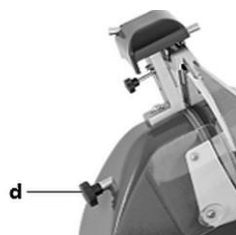

Fig. 12
2. Afin de retirer la protection de la lame (3), desserrer la molette (d) à l'arrière de l'appareil (fig. 12) et la pousser dans la direction de la protection de la lame (3).
3. Retirer la protection de la lame (3) de l'appareil.